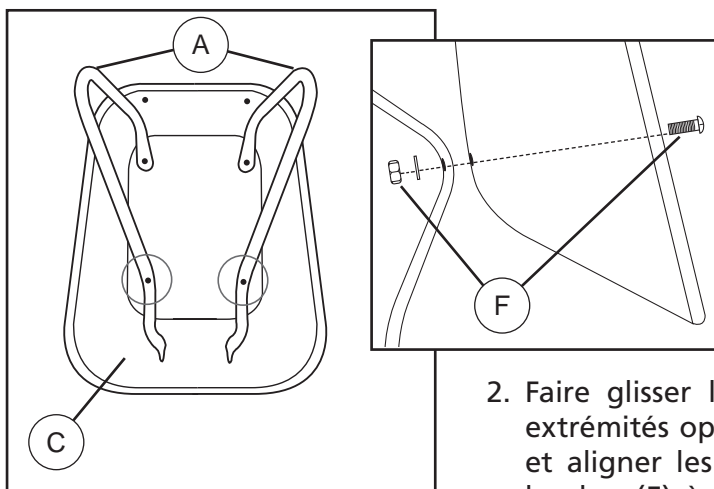

Figure 1
1. Poser la cuvette (C) vers le bas. Positionner les repose-jambes (A) et aligner les trous (Fig. 1). Pousser le boulon (F) à l'intérieur de la cuvette à travers les trous alignés, fixer la rondelle et la visser sur l'écrou en nylon, en serrant à la main